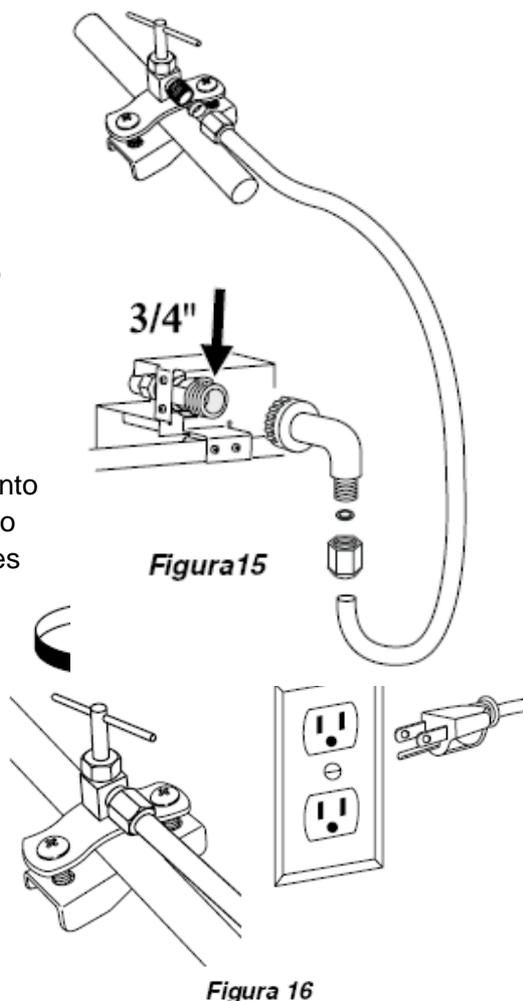

Figura 16
4. Inserir o plugue do aparelho na tomada elétrica (figura 16).